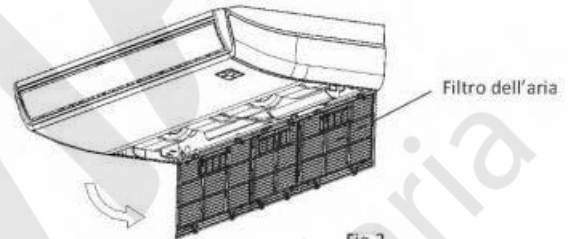

Fig.2
- Estrarre il filtro dell'aria. (Fig.2)
- Reinstallare il filtro dell'aria in ordine inverso di Fig.2.